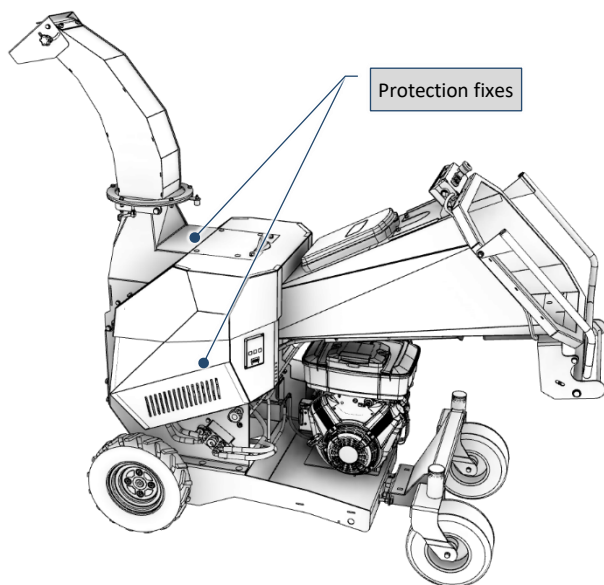
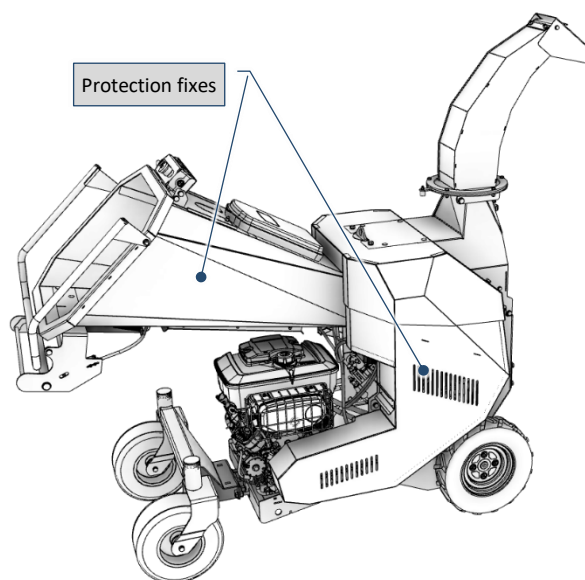

Fig. 7-16 – Protections fixes de la machine (vue côté gauche)
Fig. 7-17 – Protections fixes de la machine (vue côté droit)
- **Protection fixe:** protection maintenue en position (c'est-à-dire fermée) de manière permanente (par soudure, etc.) ou au moyen d'éléments de fixation (vis, écrous, etc.) qui rendent impossible son retrait/ouverture sans l'aide d'outils (Fig. 7-16 et Fig. 7-17).